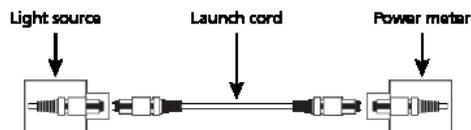

Figura 9. Fije la referencia.
1. Establezca una referencia entre la fuente de luz y el medidor de potencia usando el cable de lanzamiento (ver la figura 9).